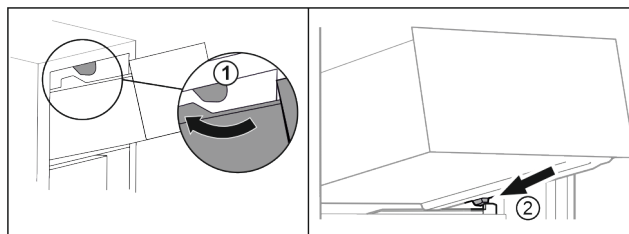

Fig. 90
- ▶ Veděte zásuvku podél horních zářezů. Fig. 90 (1)
- ▶ Nasadte zásuvku šikmo za dolní zářezky na žebrování na nádoby. Fig. 90 (2)